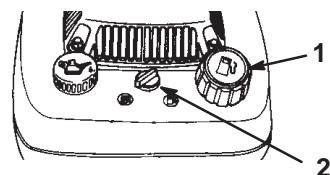

Figure 5
- Nettoyez la surface autour du bouchon du réservoir de carburant (Fig. 5).
2. Ouvrez le robinet d'essence (Fig. 5).